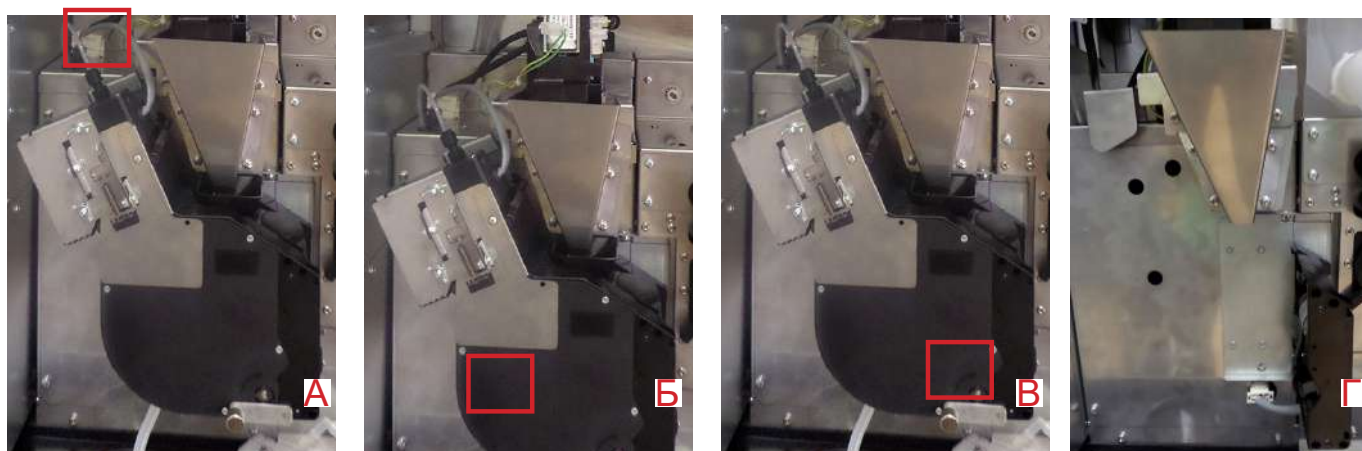

Рисунок 34 - Демонтаж варио-группы
- Отсоедините выходную трубку приготовленного напитка вместе с соплом из держателя (рис. 34б)